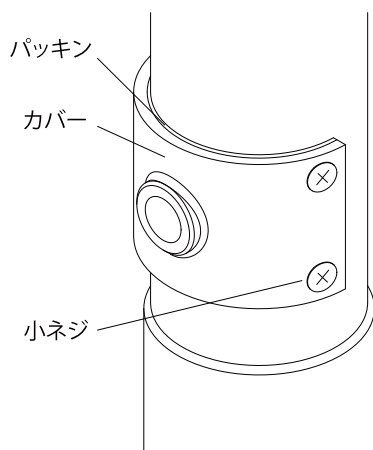

Fig.9
- ・小ネジ4本を緩めてカバーおよびパッキンを取り外してください。（Fig. 9）